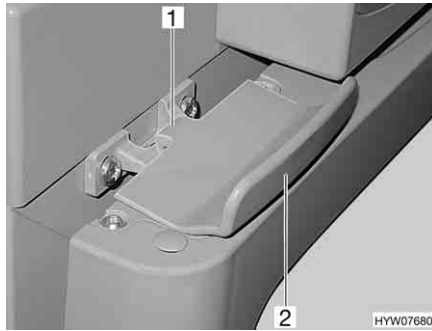

Fig. 184 Dispositif de verrouillage de la porte du réfrigérateur, fermé (Thetford)
- Ouvrir la porte du réfrigérateur sur la poignée (Fig. 184,2). Le verrouillage (Fig. 184,1) sera débloqué automatiquement.